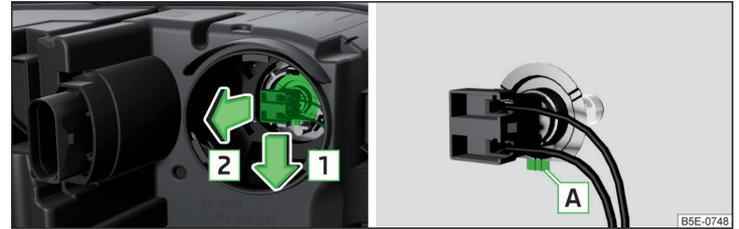

Abb. 350 Glühlampe für Fernlicht wechseln
- › Den Stecker mit der Glühlampe in Pfeilrichtung **1** lösen » Abb. 350.